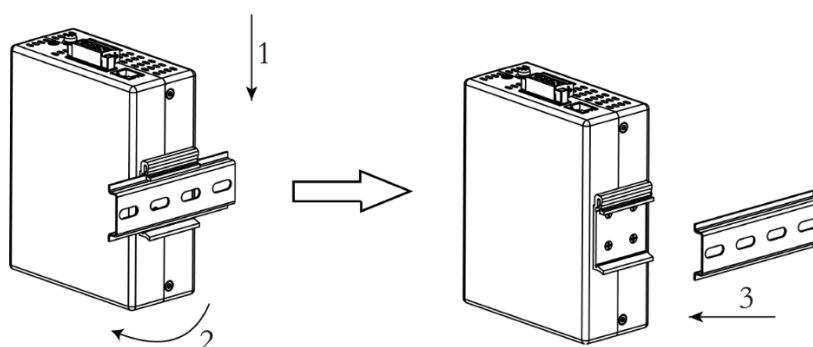

Рисунок 2 Снятие устройства с DIN – рейки
- 3.1 Необходимо слегка нажать на устройство, как показано стрелкой 1 на рис. 2.
- 4.1 Слегка потянуть устройство вперед и поднять его для снятия с монтажной рейки, как указано стрелками 2 и 3 на рис. 2.